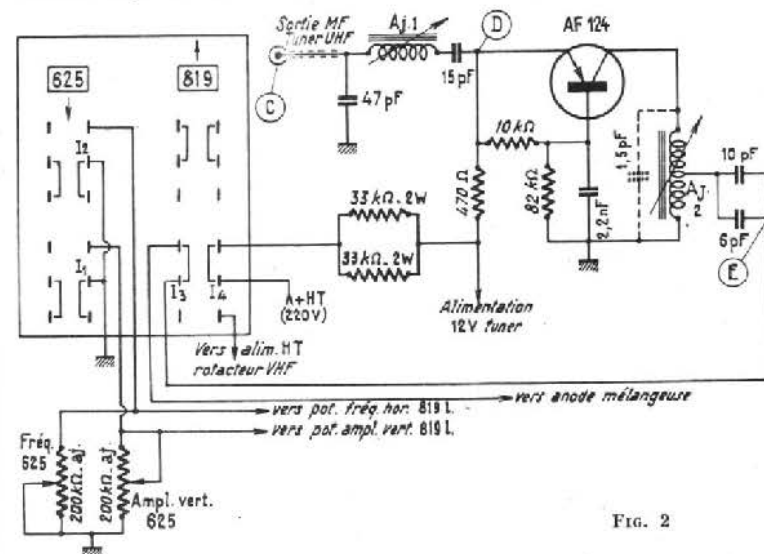

FIG. 2
Cet étage est représenté à la figure 2. On utilise ici un transistor AF 124 monté en base commune. Il est alimenté sous 10 à 12 V par réduction de la HT 220 V du téléviseur dans la cellule parallèle de deux résistances de 33 k $\Omega$  2 W. La résistance d'émetteur est de 470  $\Omega$ . Celle de base est de 82 k $\Omega$ , découplée par un condensateur de 2,2 nF. Le signal issu du tuner et du primaire du filtre de bande incorporé à celui-ci, est transmis à l'émetteur de l'AF 124 après passage dans le secondaire du filtre, composé du condensateur 47 pF et de la self
1. Le problème consiste en injectant sur le point de mesure A du tuner U.H.F., une tension F.I. wobulée, à travers un condensateur de faible valeur (environ 0,5 pF), à observer la courbe sur le point E de la figure 2 et ce après détection.